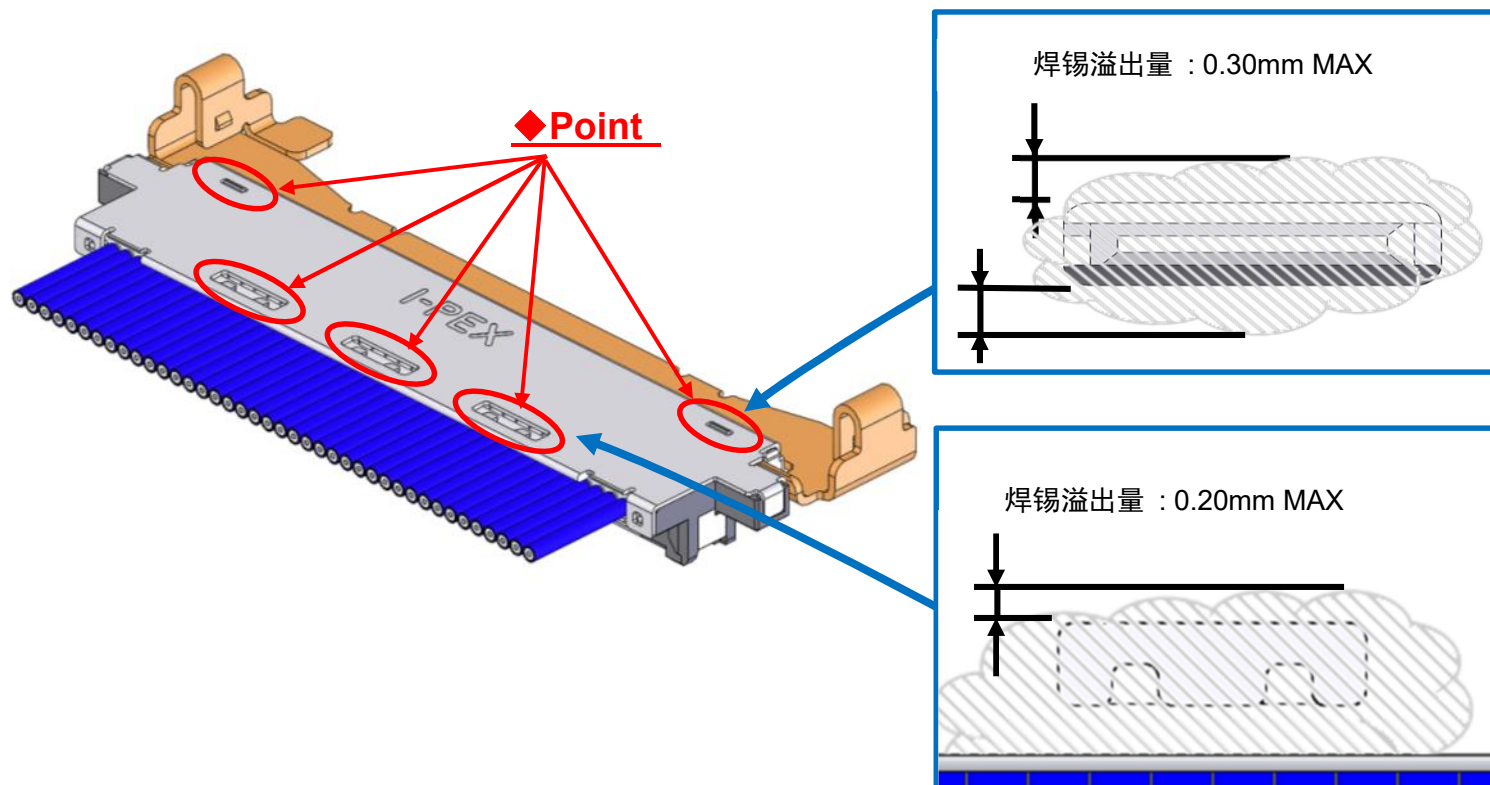

图. 7 焊接 Shell-A 和 Ground Bar
③ 建议用电烙铁焊接 Shell-A、B 和 Ground Bar。(图. 7, 8◆部)